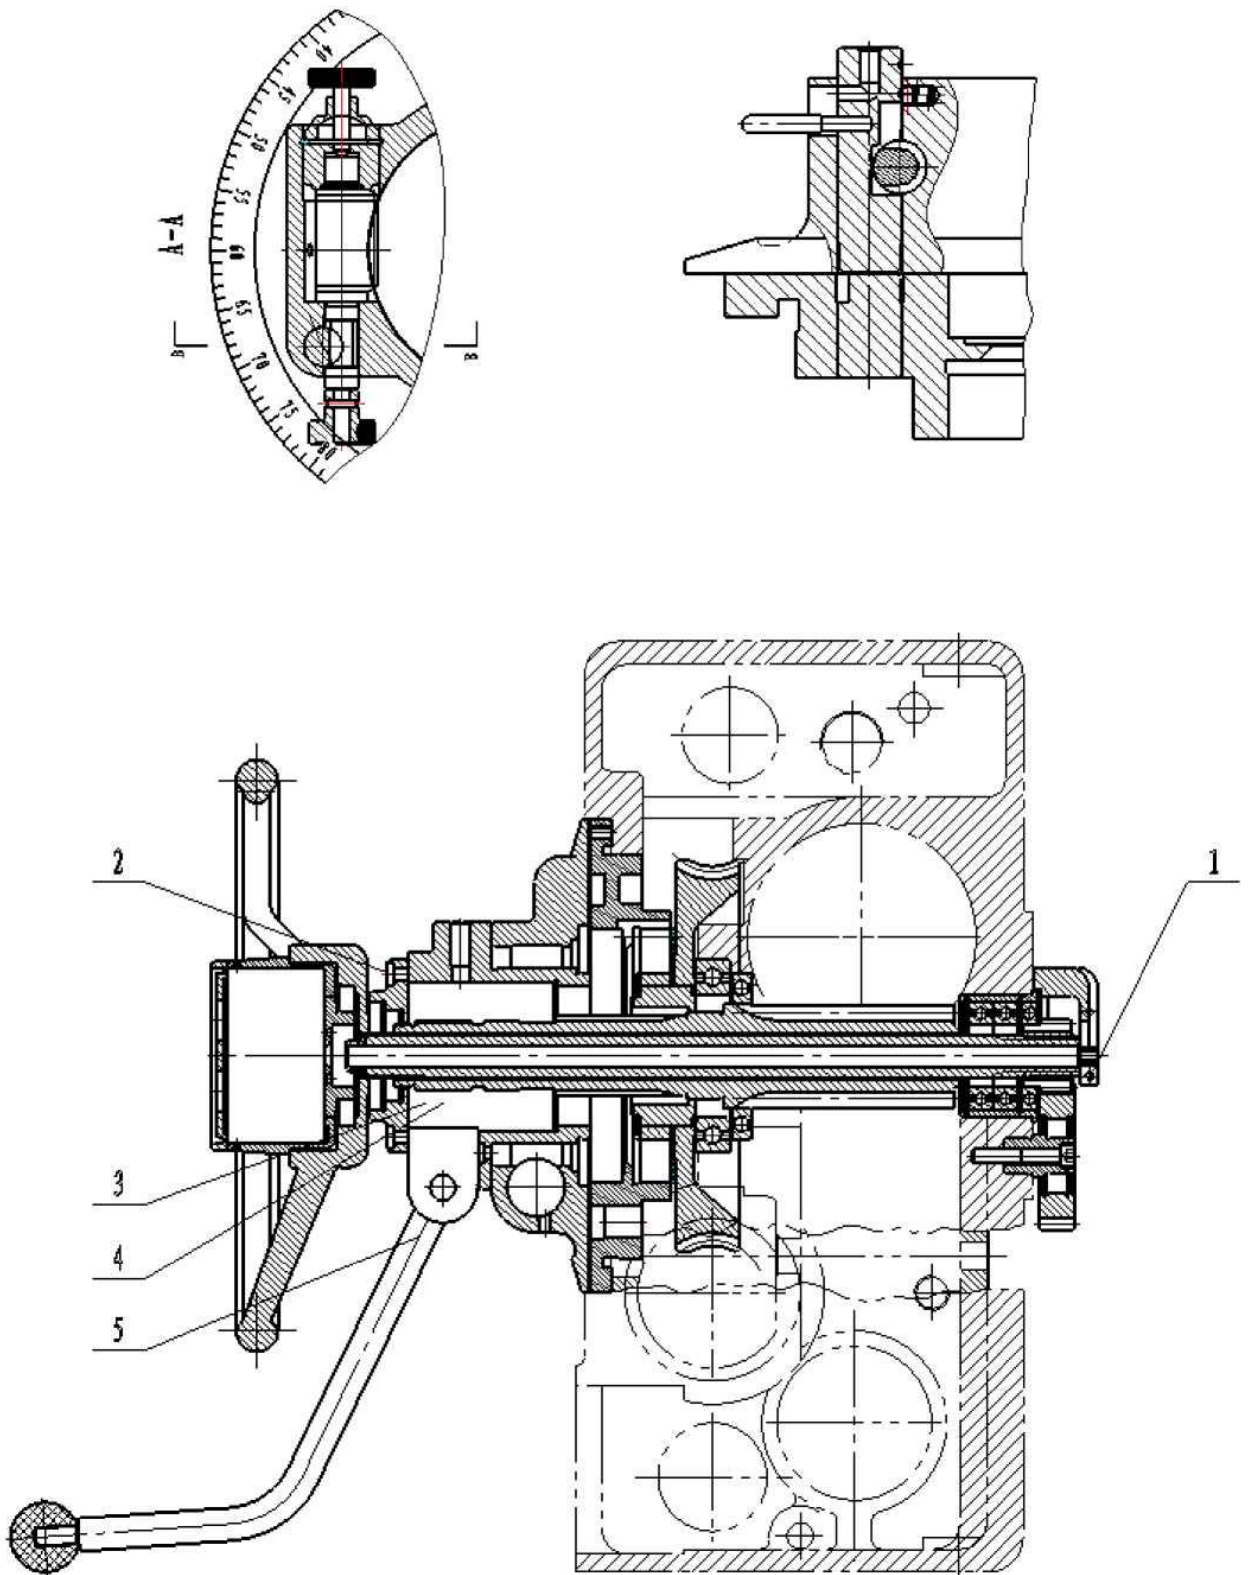

Рис. 10-3 Горизонтальный вал
(2) Горизонтальный вал (Рис. 10-3)